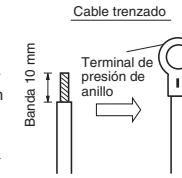
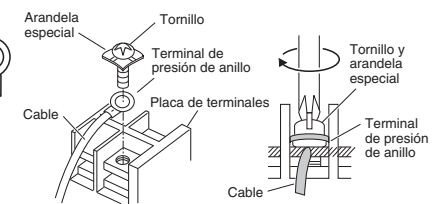

Fig. 5-3
Fig. 5-4
- (1) Corte el extremo del cable con alicates de corte, quite el aislante para exponer los conductores trenzados unos 10 mm y retuerza con fuerza los extremos de los conductores. (Fig. 5-3)
- (2) Utilizando un destornillador de cabeza Phillips, extraiga los tornillos del terminal de la placa de los terminales.
- (3) Utilizando un fijador de conector de anillo o alicates, fije con seguridad cada extremo del cable trenzado con un terminal de presión de anillo.
- (4) Ponga el terminal de presión de anillo y vuelva a colocar y apretar el tornillo del terminal extraído con un destornillador. (Fig. 5-4)